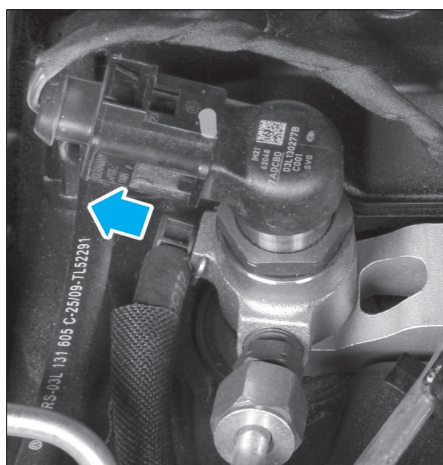

FIG. 77
- Dégager les conduites de retour en déposant leur agrafes de maintien (Fig.77).